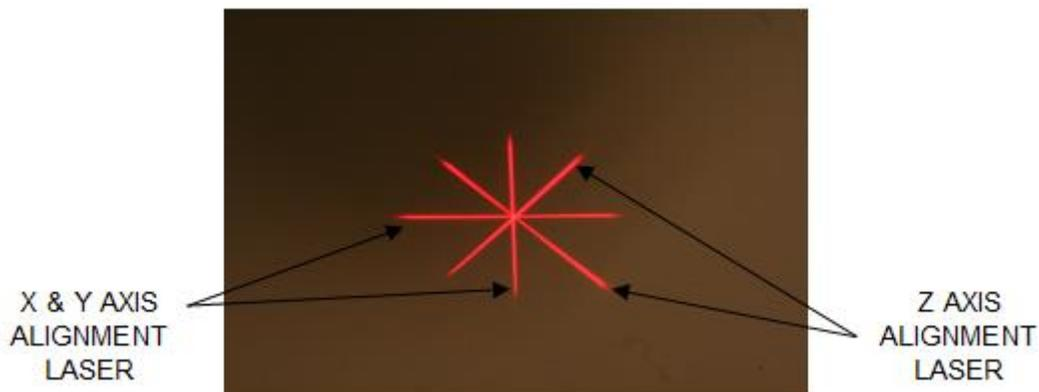

Figure 3-24. Alignement des pointeurs en croix rouges – Axes X, Y et Z
- Le KXL comprend deux lasers d'alignement, comme illustré à la figure 3-24.